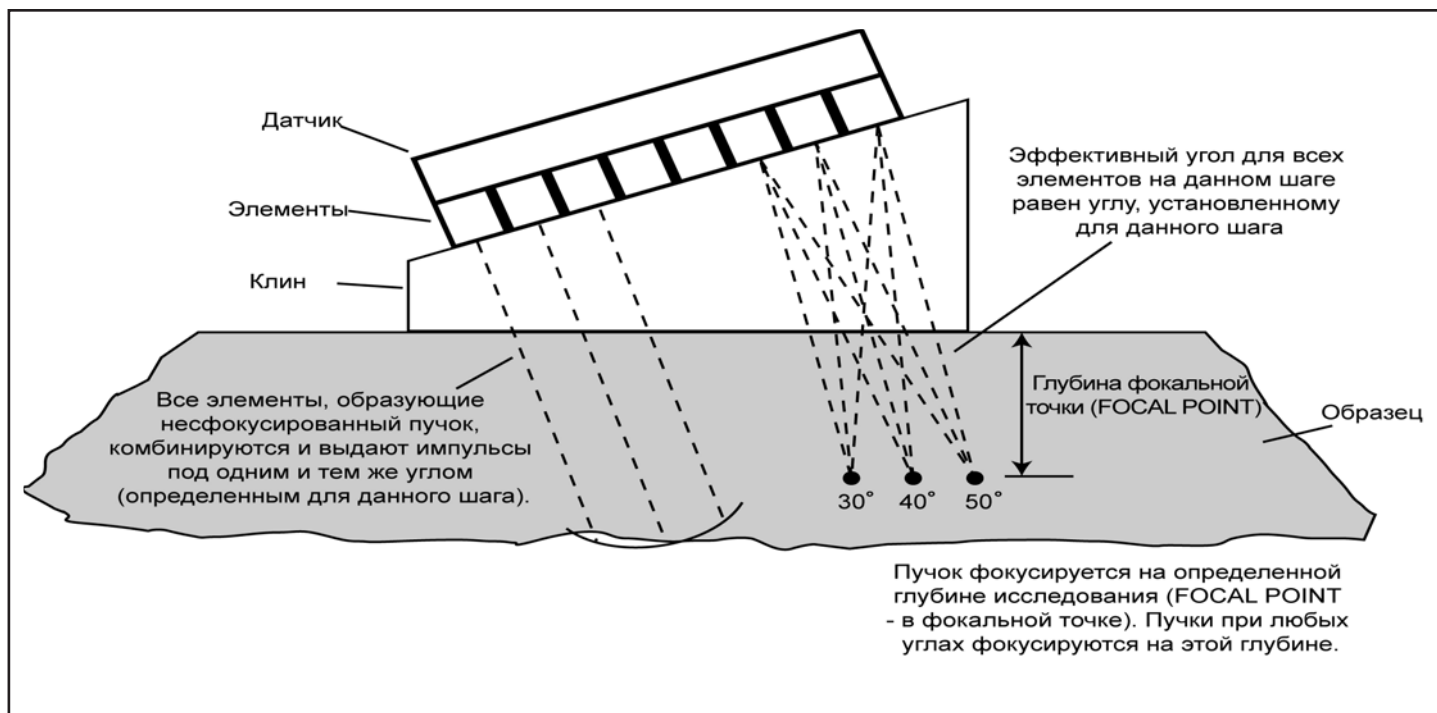

РИСУНОК 2-9—Секторный фокус
**FOCAL POINT (ФОКУС)** – Глубина детали, на которой фокусируется фазированный пучок. Эта глубина представляет область интереса. Можно установить значение UNFOCUSED (НЕ СФОКУСИРОВАН) (удерживая кнопку  примерно в течение 3 секунд) для типичных ФАР-применений (Рисунок 2-9).